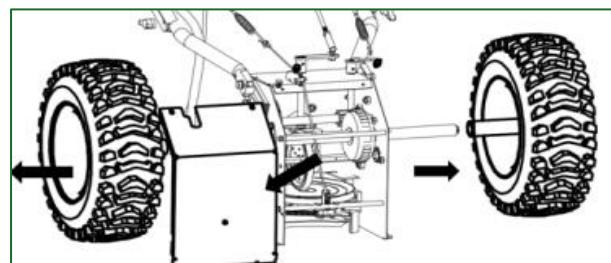

Abbildung 24
- b. Entfernen Sie die linken und rechten Räder, indem Sie die Schnappverbindungen an der Seite der Räder entfernen. Siehe Abbildung 24